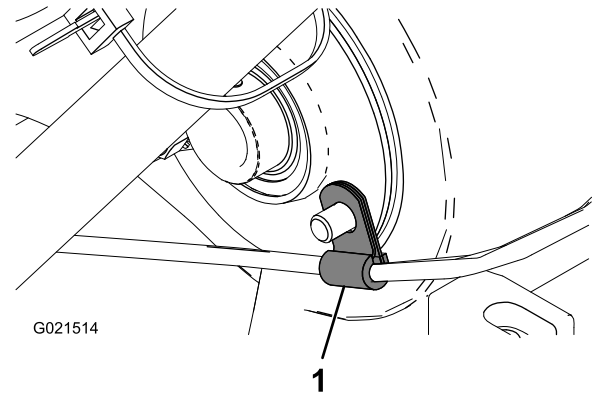

Figure 5
- À l'aide du clip de câble d'accélérateur existant, fixez le câble d'accélérateur neuf à l'arrière du carter de différentiel (Figure 5).